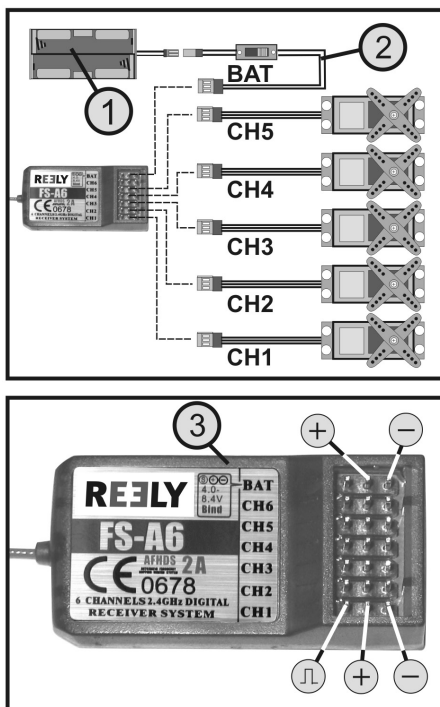

Figura 5
Accendere prima il trasmettitore e poi il ricevitore. Se la funzione di binding è corretta, il LED rosso di controllo sul ricevitore si accende (vedere figura 5, pos. 3) e i cinque servi reagiscono ai movimenti dello stick di controllo. Verificare il corretto funzionamento del ricevitore, quindi spegnerlo di nuovo.